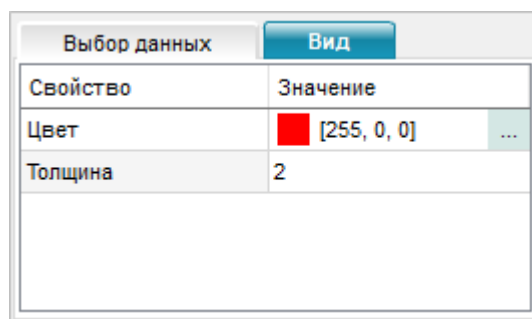

Рис. 209
18.8.1.10. На вкладке «Вид» (рис. 209) настроить цвет и толщину линии графика. По умолчанию цвет и толщина линии заданы на странице «Линия» команды  «Настройки» (п. 18.14.3).